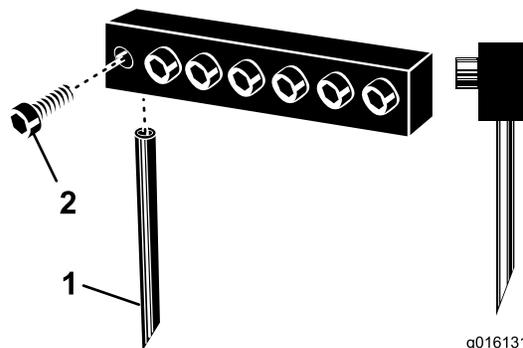

Figura 26
3. Allentate le caviglie e rimuovete le fustelle usate in precedenza (Figura 26).
Nota: Le fustelle cave devono essere posizionate con la sfinestratura di uscita verso la parte posteriore dell'arieggiatore mentre le fustelle piene hanno la parte angolata della punta rivolta verso la macchina (Figura 26).